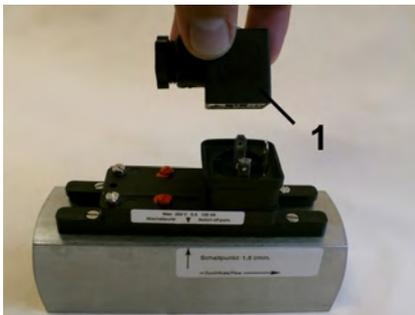

Abb. 23: Steckdose abziehen
2. ➤ Ziehen Sie die Steckdose (Abb. 23/1) ab